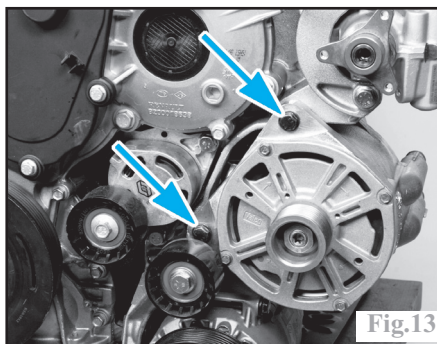

Fig.13
- les vis de fixation de l'alternateur (Fig.13).